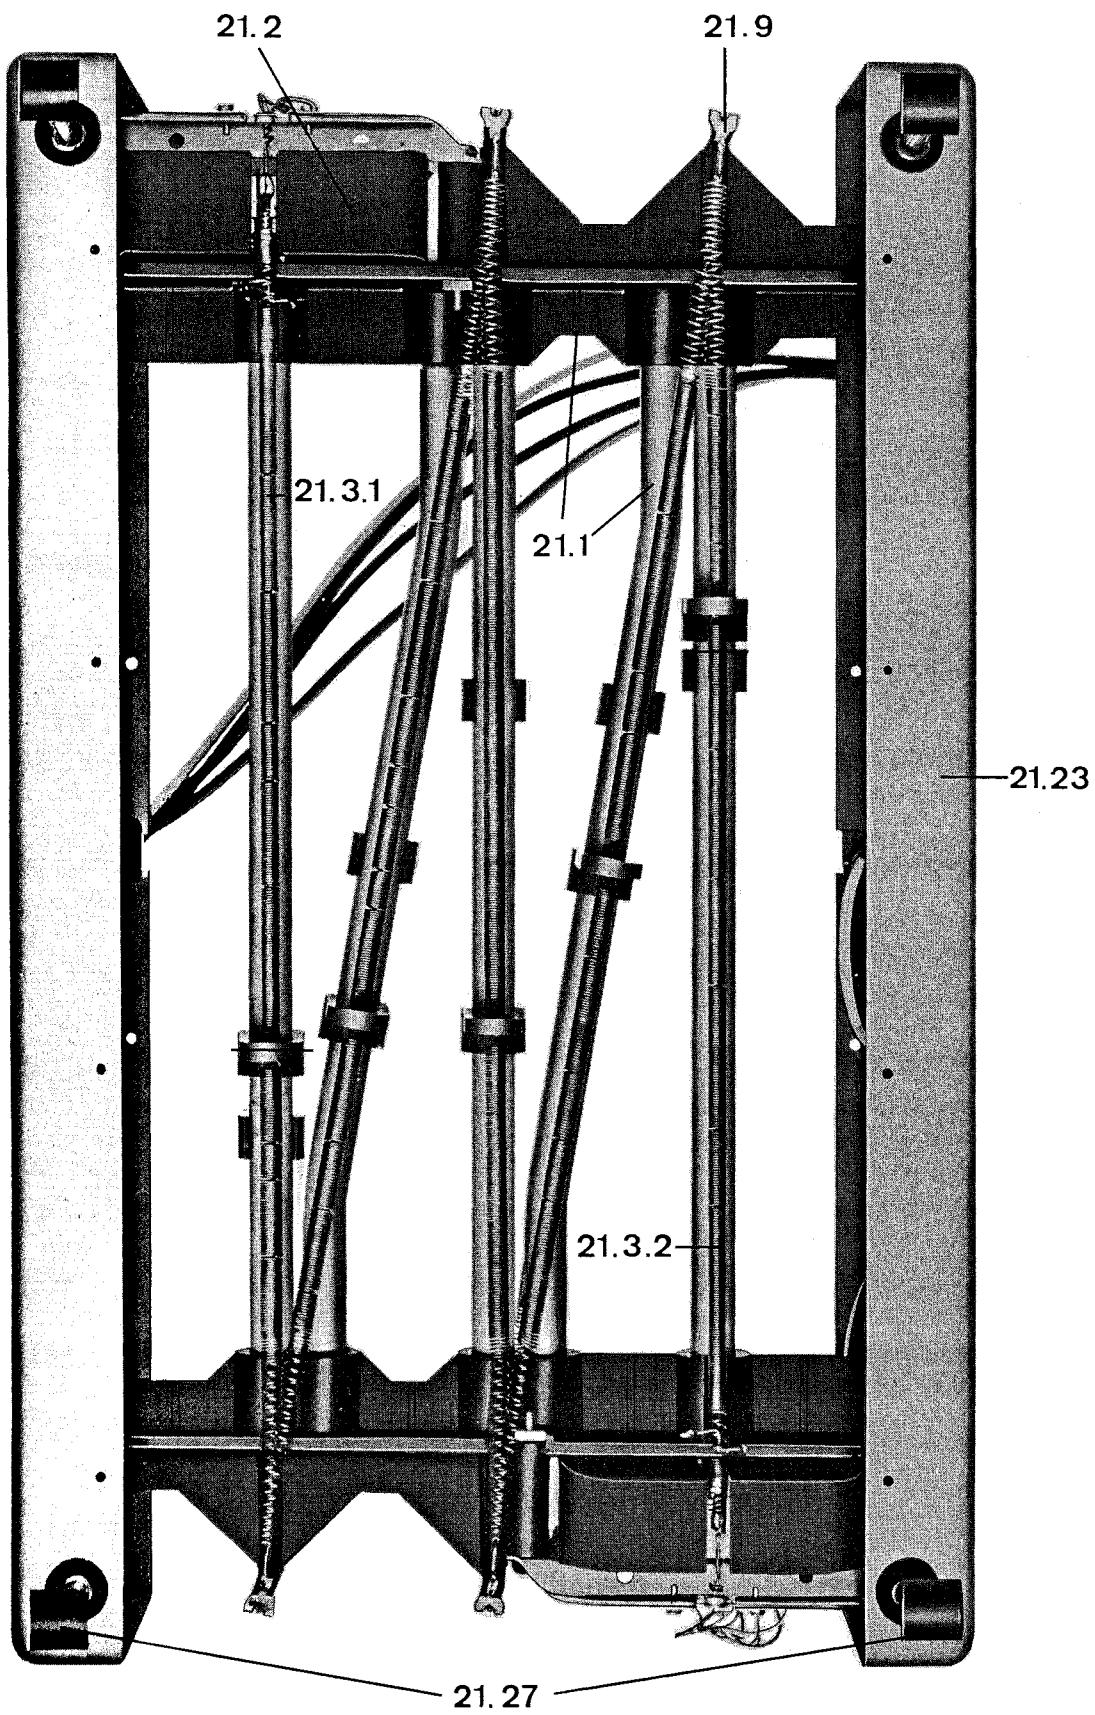

Abb.6
- 8.1.2 daß sich die ineinanderlaufenden Federn bei den Umlenkungen nicht berühren (siehe Abb. 6).
- 8.1.2 the individual springs should not touch each other at the deviation points (see fig. 6).
- 8.2.5 Federende abwickeln (siehe Trennungsstrich Abb. 6)
- 8.2.5 Cut the springs at the shown position (see cutting advice in fig. 6)